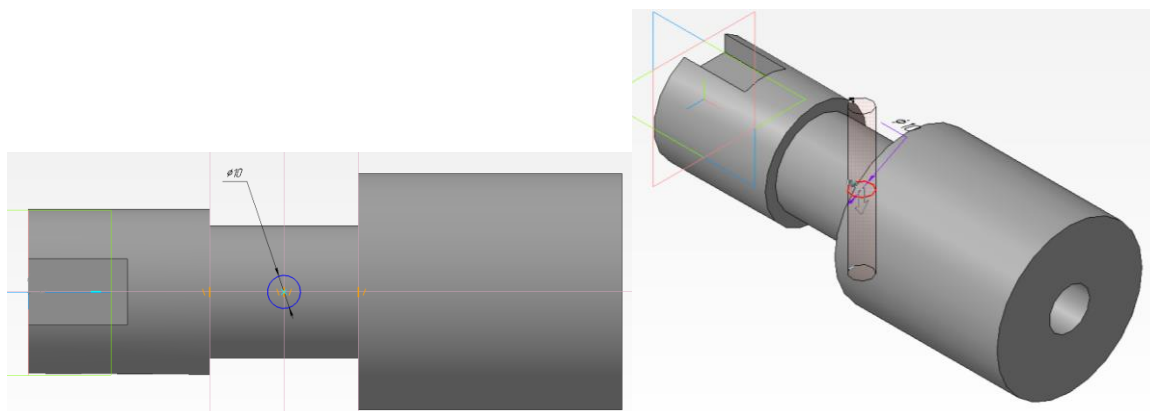

Рисунок 15.
9. Далее через  - *Редактирование детали*, выбираем  - *Вырезать выдавливанием*, задаем направление – *Два направления*, расстояние – *Через все*. После появления фантома - *Создать объект* (рисунок 15).